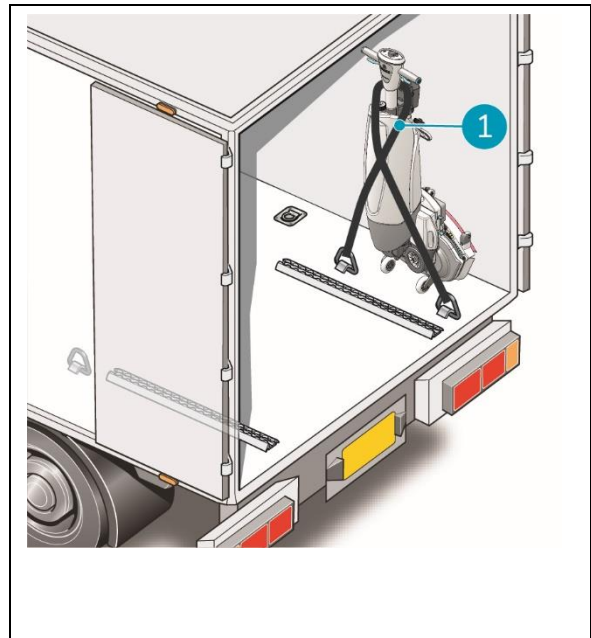

Figure 8
5. Fixez l'i-mop à l'aide d'une ceinture de tension ou d'un autre dispositif de retenue approprié (Figure 8, pos 1).